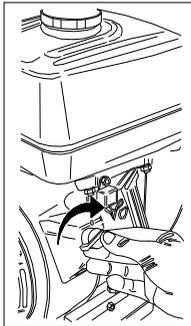
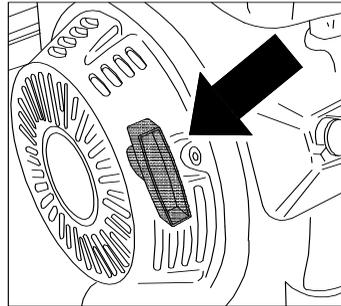

Fig. 11
Fig. 12
- Placer le sélecteur sur «I» (Start) (Fig. 11). Saisir la poignée de mise en marche (fig. 12) et tirer la corde sans effort jusqu'à ce que vous ressentiez la résistance provoquée par la compression, relâcher ensuite la poignée et tirer énergiquement pour faire démarrer le moteur.